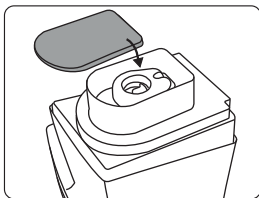

Fig. 1
- B. Retire la unidad principal y colóquela con la resistencia orientada hacia arriba (Fig. 1).